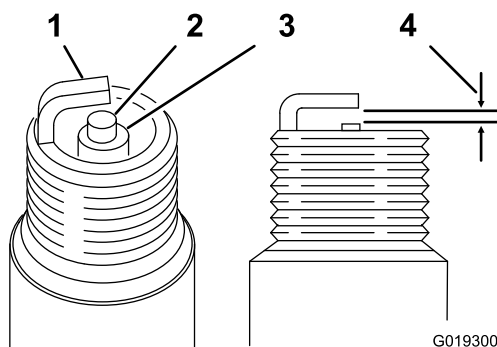

Figura 29
3. Defina a folga para 0,70 a 0,80 mm (Figura 29).